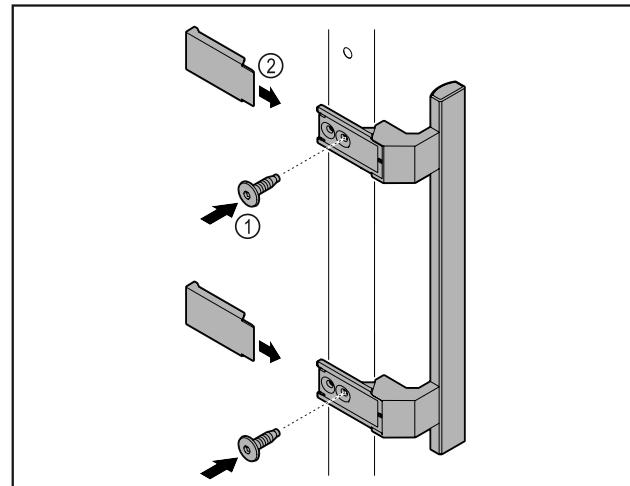

Fig. 7
► Upevnite držadlo z príslušenstva na dvere pomocou priložených skrutiek Fig. 7 (1).
► Nasadte kryt Fig. 7 (2).